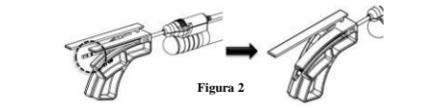

Figura 2
- Prima di procedere alla curvatura (*Figura 2*), assicurarsi che la striscia nera più larga presente sulla cannula si estenda oltre l'estremità dell'aletta di curvatura. Se la suddetta striscia non si estende oltre l'estremità dell'aletta, il manipolo potrebbe non funzionare correttamente dopo essere stato sottoposto a curvatura.
- NOTA:** la punta della cannula per i manipoli da 15 ga, 10 cm e 13 ga, 10 cm non si estende sopra la linguetta di curvatura come illustrato in *Figura 2*. Per questi manipoli, inserire semplicemente (fino al punto limite) nello strumento di curvatura prima della curvatura.